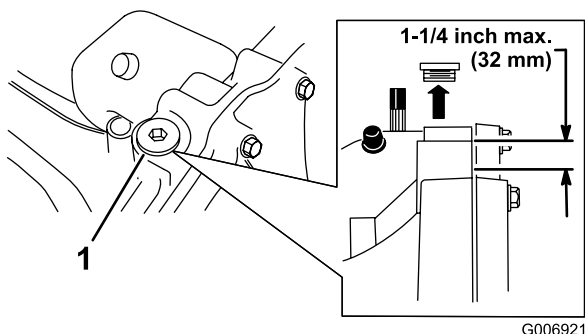

Figure 30
4. Nettoyez la surface autour du bouchon de remplissage (Figure 30) pour éviter que des impuretés tombent dans le réservoir quand vous faites l'appoint d'huile.
Remarque: Le niveau maximum doit se situer à 32 mm en-dessous du haut de l'orifice de remplissage (Figure 30). Ajoutez de l'huile au besoin.